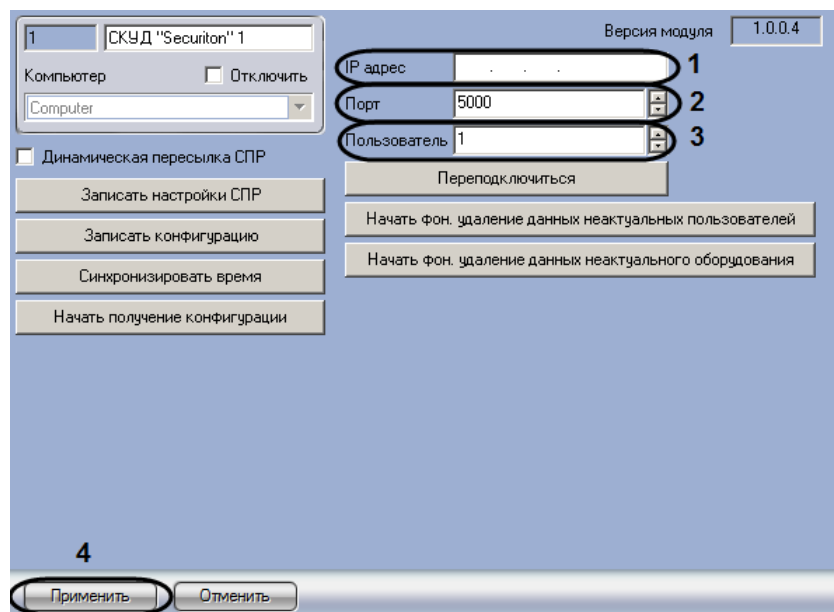

Рис. 3.2—2 Настройка подключения СКУД Securiton
2. Ввести IP адрес контроллера в поле **IP адрес** (см. Рис. 3.2—2, 1).
3. Ввести при помощи кнопок **вверх-вниз** номер порта, используемого для передачи данных контроллеру, в поле **Порт** (см. Рис. 3.2—2, 2).